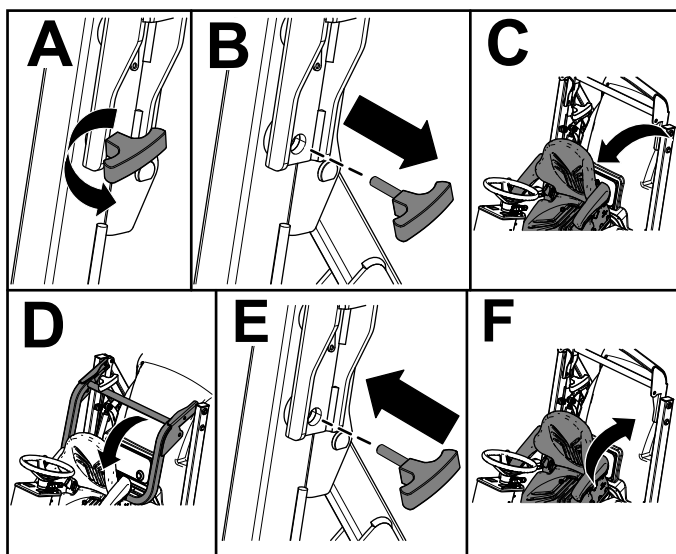

Figura 15
4. Înclinați scaunul în față (Figura 15).
5. Îndepărtați tifturile de la bara antiraliu (Figura 15).
6. Coborâți bara antiraliu și fixați-o cu tifturile (Figura 15).
7. Înclinați scaunul din spate în poziția blocată (Figura 15).